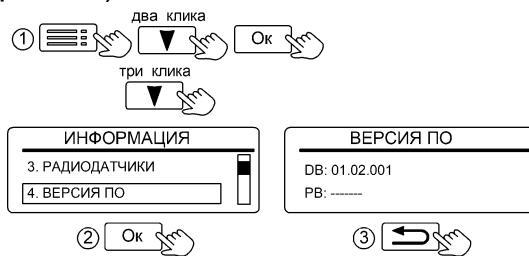

Рисунок 33. Вид вкладки «ВЕРСИЯ ПО»
11.3.4 Окно «4. ВЕРСИЯ ПО» отображает информацию об установленной версии программного обеспечения (рис. 33).